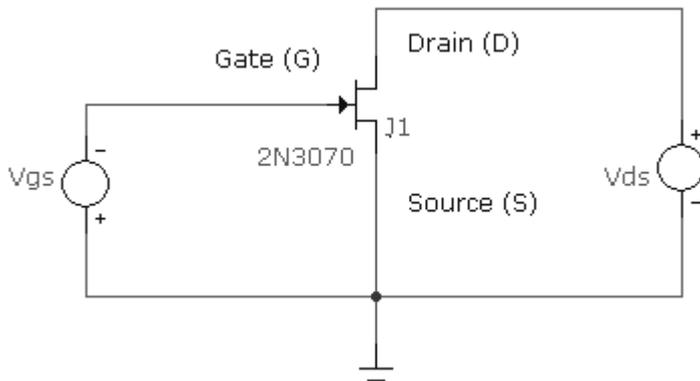
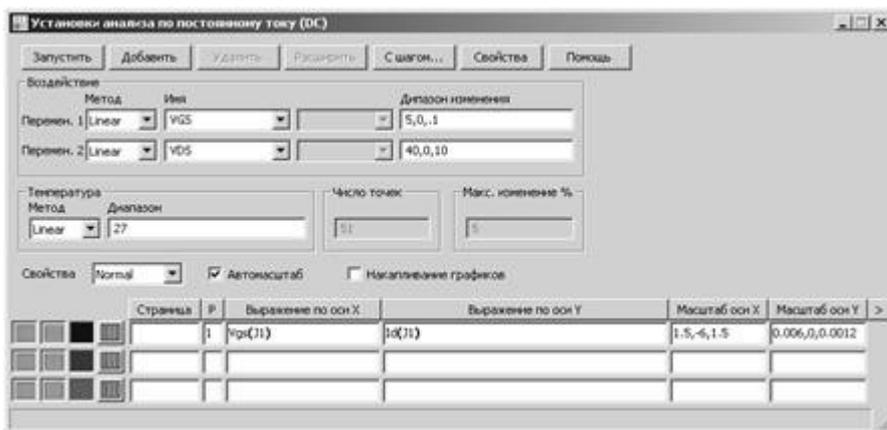
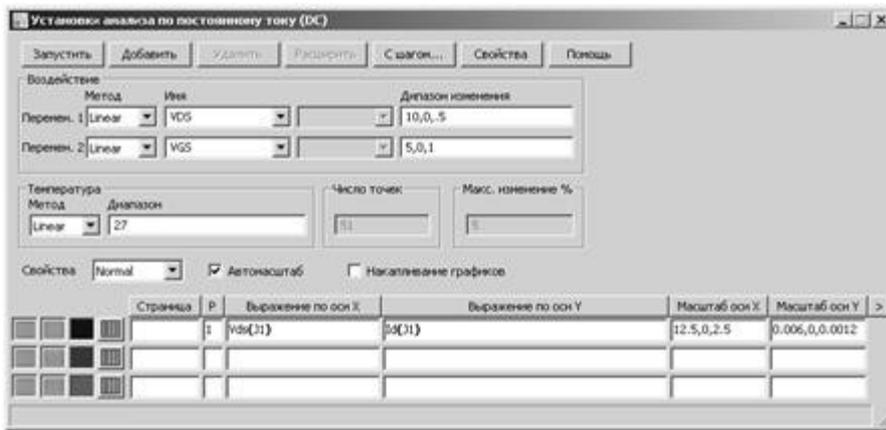

Рис. 3.5 Схема для снятия статических характеристик транзистора
Рис. 3.6 Окно установок анализа по постоянному току для снятия сток - затворной статической характеристики
Рис. 3.7 Окно установок анализа по постоянному току для снятия стоковой статической характеристики
3.2.2 Составить схему для снятия статических характеристик, согласно показанной на рис. 3.5. В зависимости от номера бригады по указанию преподавателя использовать следующие транзисторы:
Выбрать пункт меню «Анализ→Анализ по постоянному току». Установить в качестве первой переменной источник напряжения затвор-исток (на рис. 3.5 V_{gs}), закон изменения переменной – линейный (Linear). Установить в качестве второй переменной источник напряжения сток-исток (на рис. 3.5 V_{ds}), закон изменения переменной – линейный (Linear), как показано на рис. 3.6. Установить автомасштабирование.
Выбрать пункт меню «Анализ→Анализ по постоянному току». Установить в качестве первой переменной источник напряжения сток-исток (на рис. 3.5 V_{ds}), закон изменения переменной – линейный (Linear). Установить в качестве второй переменной источник напряжения затвор-исток (на рис. 3.5 V_{gs}), закон изменения переменной – линейный (Linear), как показано на рис. 3.7. Установить автомасштабирование графиков.